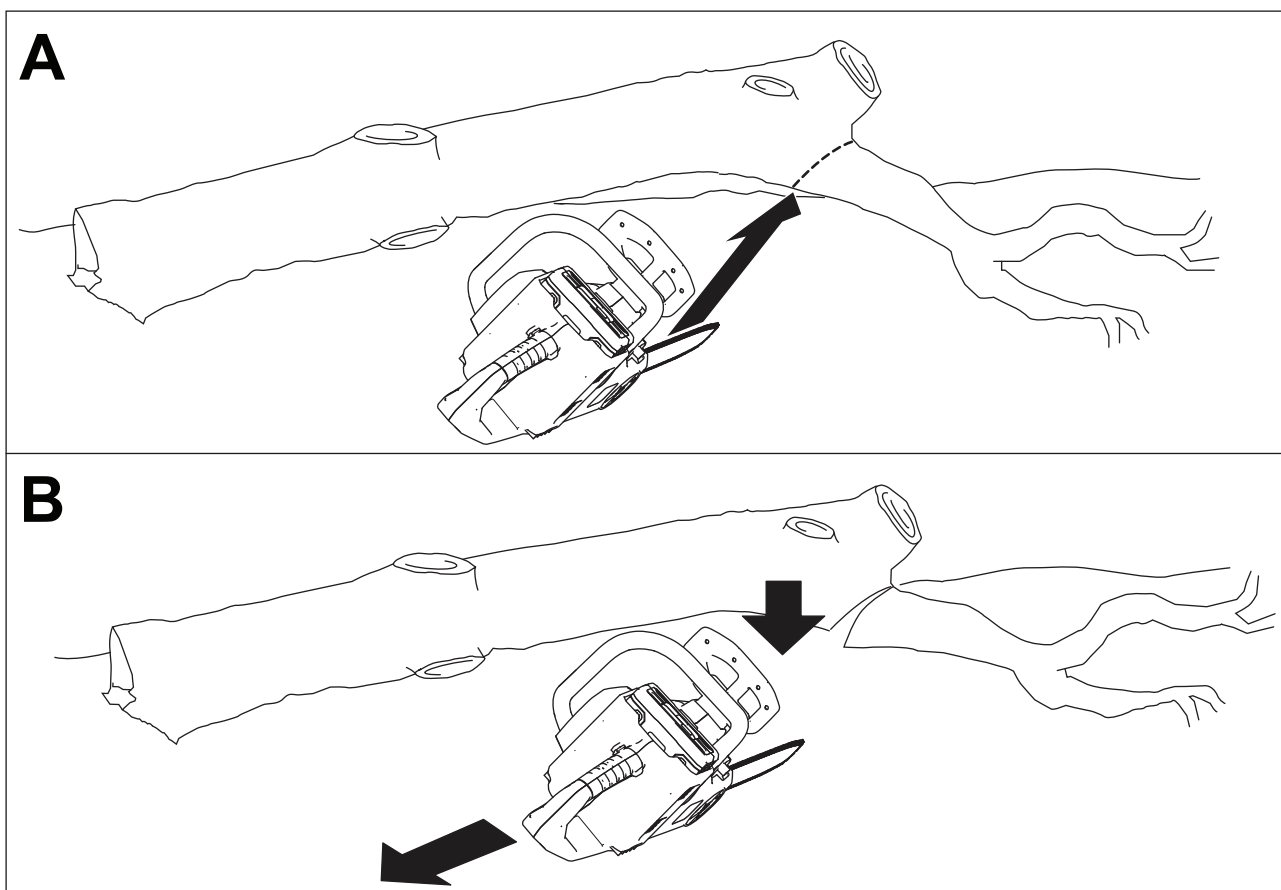

Figure 18
3. Coupez les grandes branches qui supportent le poids de l'arbre, du bas vers le haut, de sorte que les branchages ne coincent pas la lame de la tronçonneuse (Figure 18).